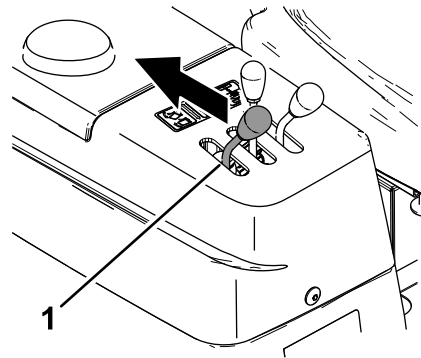

Figure 49
1. Demandez à une autre personne de tirer le levier de vidage en arrière et de le maintenir dans cette position (Figure 49).